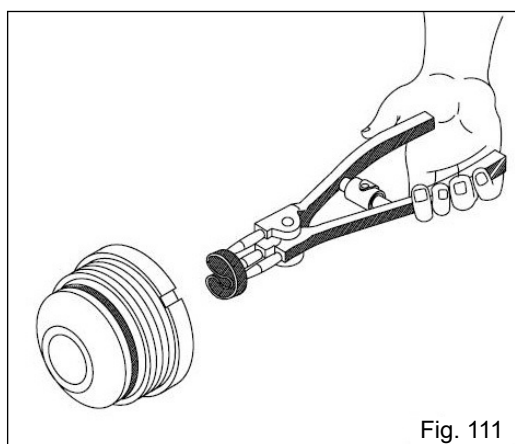

Fig. 111
- Introduza a gaxeta na furação do guia da haste até a altura do alojamento e, em seguida, solte a gaxeta acomodando-a no lugar (Fig. 111).